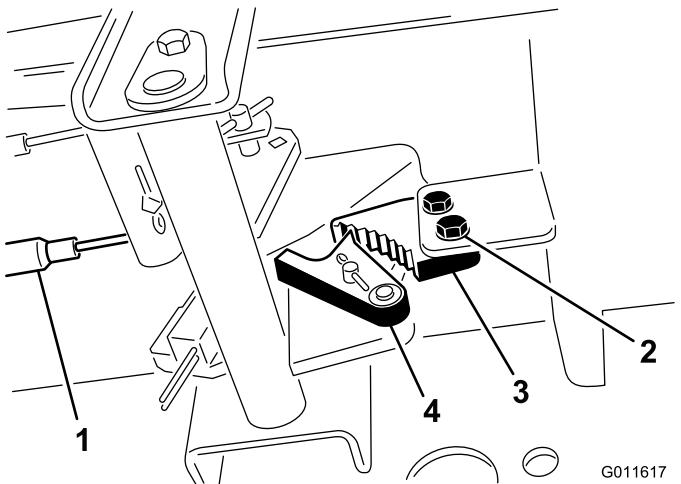

Рисунок 84
- Ослабьте два винта крепления защелки стояночного тормоза к раме (Рисунок 84).
- Винты (2)
- Нажмите педаль тормоза вперед, пока углубление тормоза не войдет полностью в зацепление с защелкой тормоза (Рисунок 84).